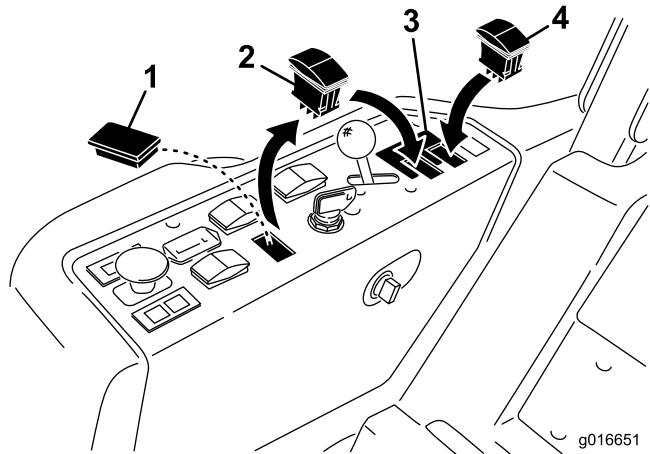

Figura 4
2. Localice los 2 orificios troquelados situados debajo de la pegatina, en la parte trasera del panel de control (Figura 4).
4. Retire los 2 tapones de los orificios troquelados del panel de control (Figura 4).
5. Coloque la pegatina nueva en el panel de control, en la posición indicada en Figura 4.
6. Desconecte y retire el interruptor situado delante del interruptor de encendido en el panel de control, e insértelo en el orificio **delantero** nuevo, según se muestra en Figura 4. Vuelva a conectar el arnés al interruptor.
7. Instale el interruptor incluido con el kit en el orificio **trasero** nuevo del panel de control (Figura 4).
8. Instale el tapón en el orificio vacío del panel de control (Figura 4).